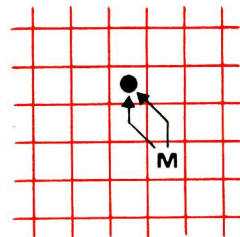

Figure 1
7. Le mao : il fait un déplacement de Cavalier normal, mais en passant nécessairement par une case vide en un pas de Fou et un pas de Tour (**figure 1**) (ou un pas